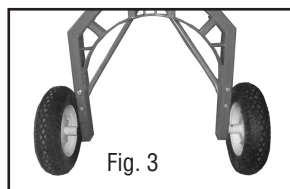

Fig. 3
7. Placez une roue (n° 5) sur un des essieux du support d'étrave. Assurez-vous de placer l'entretoise de roue en premier lieu sur l'essieu. Glissez une rondelle $\phi 12$ (n° 9) et un contre-écrou M12 (n° 8) sur l'essieu et serrez (voir la fig. 3).